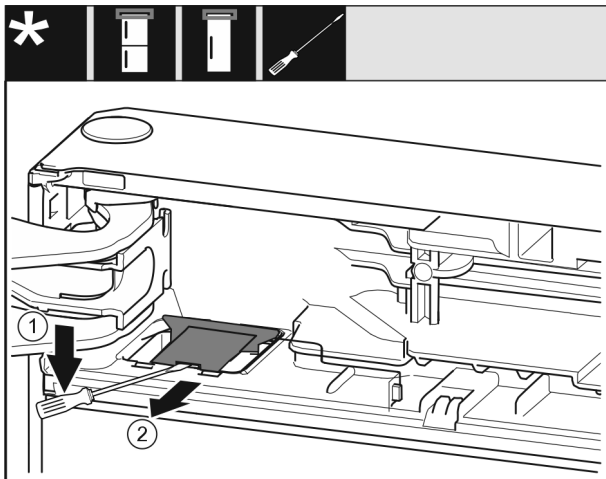

Fig. 7
- Bänd loss skyddet med en spårskruvmejsel och lyft upp det. Fig. 7 (1)
- Ta ut skyddet. Fig. 7 (2)